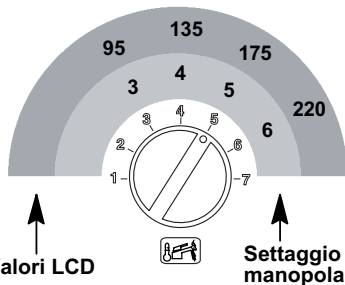

Fig. 7.21
- Allo spostamento della manopola regolazione temperatura sanitari in Fig. 7.21, corrisponde una visualizzazione dei parametri variati sull'LCD (per esempio la sequenza **P14** si alterna a **160**).